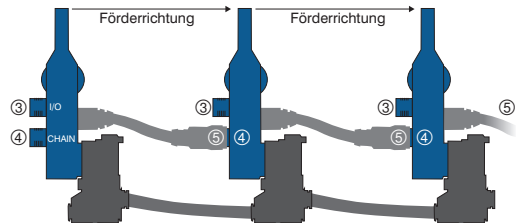

Bild 1
Die Sensoren werden über die M12 Leitungen in Reihe miteinander verbunden (Bild 1). Die Förderrichtung muss hierbei beachtet werden. Die Stromversorgung kann an einem beliebigem Punkt in der Kette auf Stecker ④ (Pin 1 und Pin 3) eingespeist werden. Alternativ kann über Stecker ③ (Pin 1 und Pin 3) eingespeist werden. Im Normalfall wird jedoch am Ende der Kette die Stromversorgung angeschlossen. Am Ende der Kette kann über Stecker ⑤ der Einzelabzug (Pin 2) oder Blockabzug (Pin 4) aktiviert werden. Desweiteren besteht die Möglichkeit über Stecker ③ die Pins E/A2 und E/A3 frei mit verschiedenen Funktionen zu belegen. Beim Gerät OPT1546 wird über Stecker ③ ein externer Sensor angeschlossen, der zur Objektdetektion dient.
The sensors are connected to each other in series using the M12 cables (see figure 1). The direction of conveyance must be taken into consideration in this respect.